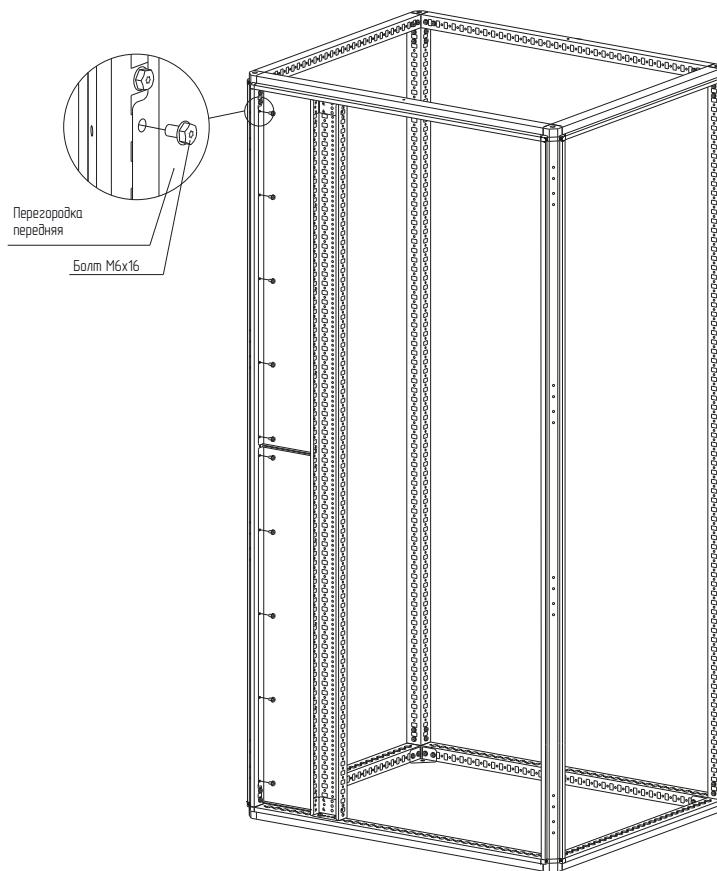

Рисунок 1
- 4.1.2 Закрепить перегородку переднюю для распределительных шин между стойкой каркаса и стойкой дополнительной вертикальной в верхней части шкафа болтами самонарезающими M6×16 (рисунок 1). Момент затяжки – 7 Н·м. Болты приобрести отдельно.